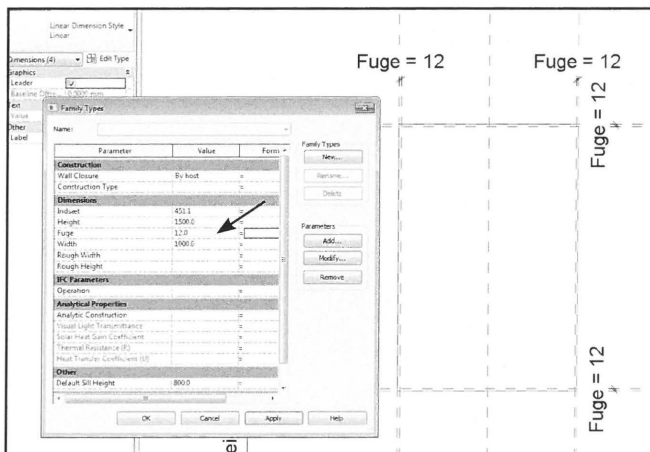

Fig. 08.23. Sæt Fuge parameteren til 12 mm.
- Skriv 12 mm i *Fuge* parameteren og sæt tryk *OK* (Fig. 08.23).